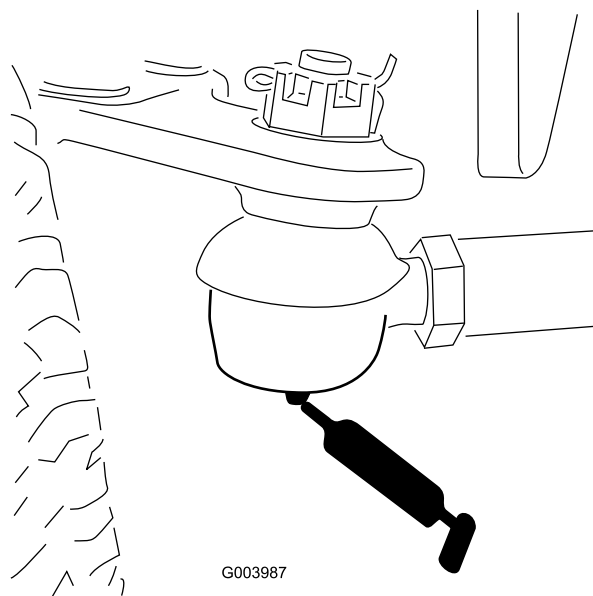

Figura 68
- Barra de ligação do eixo traseiro (2) (Figura 68)